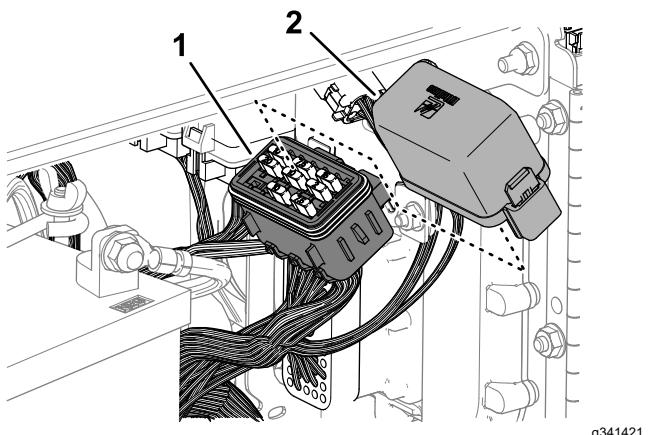

Bild 172
2. Nehmen Sie die Abdeckung vom Sicherungskasten ab (Bild 172)